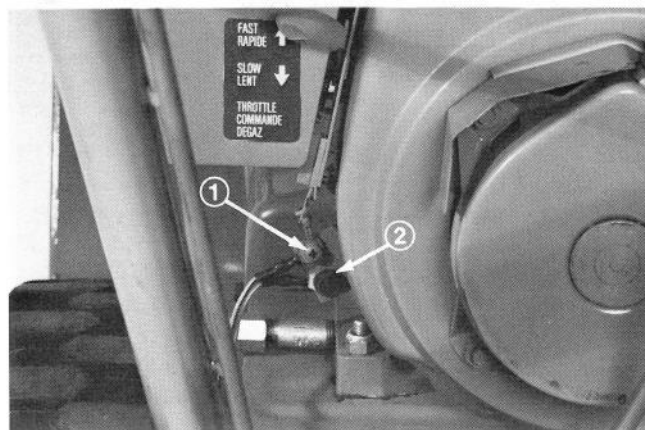

Figure 7
1. Enlevez la vis à tête Phillips et le fil du support du moteur, installez le fil à trou de plus petit diamètre et fixez de nouveau au support du moteur (Fig. 7).
2. Insérez la vis à tête à collerette dans le grand trou dans l'autre fil et installez-le dans le trou inférieur dans le support du moteur (Fig. 7).